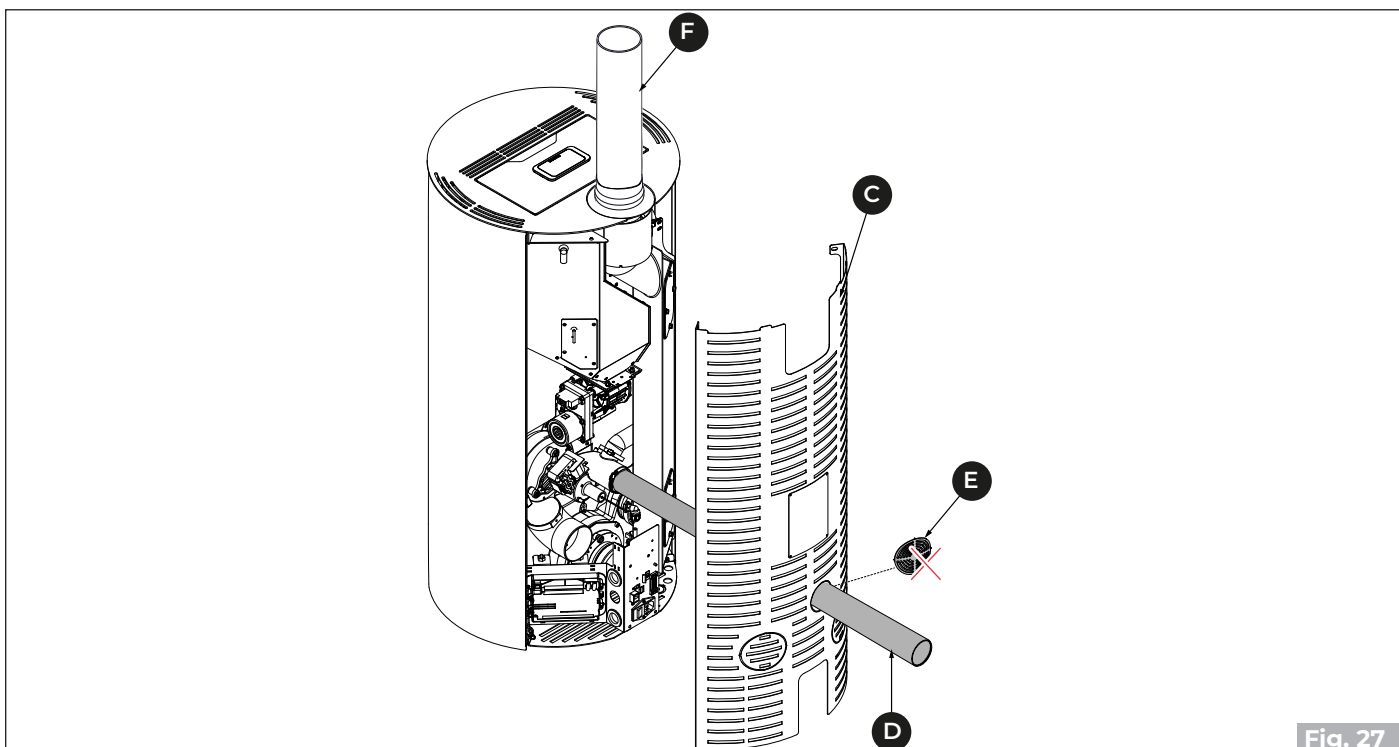

Fig. 27
- Retirer la tôle pré-coupée (E) sur le panneau arrière (C) et faire passer le tuyau flexible (D) pour le raccorder à une prise d'air externe.
- Remonter le panneau arrière (C) et les panneaux latéraux, en procédant comme décrit dans le livret du produit
- Raccorder le tube d'évacuation de la fumée (F) («Fig. 27»).